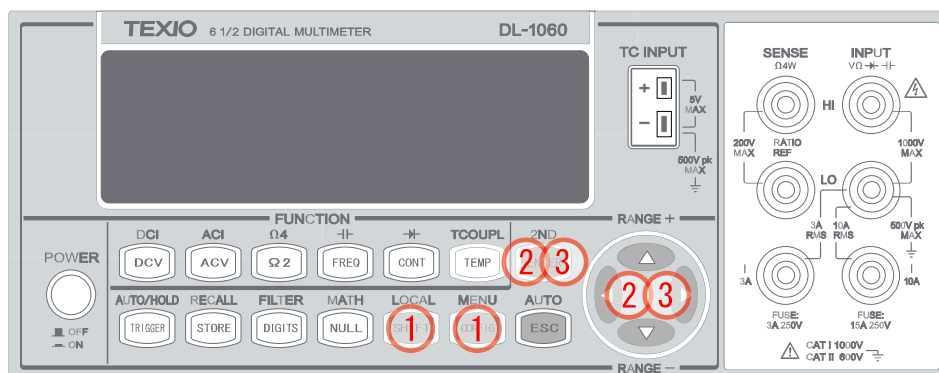

図 3-22
- ① SHIFT + CONFIG ボタンを押します。
- ② \leftarrow ・ \rightarrow ・ENTER ボタンを使い、TRIG SYS > DELAY > MANUAL の順に移動し、トリガデレイ設定モードにします。
- ③ トリガデレイの値の設定は、 Δ ・ ∇ ボタンを使い希望の数値に、 \leftarrow ・ \rightarrow ボタンで桁を移動します。ENTER ボタンを押して値を決定します。(トリガデレイは0から3600秒の間で設定が可能です)
- 使用するボタンを図 3-22 に示します。